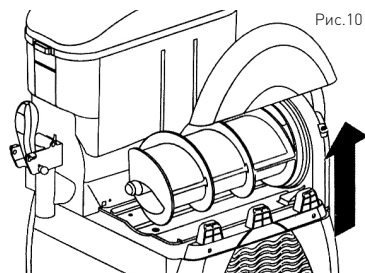

Рис.10
- Поднимите верхнюю часть крышки и снимите её для чистки и ухода. После окончания очистки и технического обслуживания, наденьте снова крышку. Смотри: Рис.10.